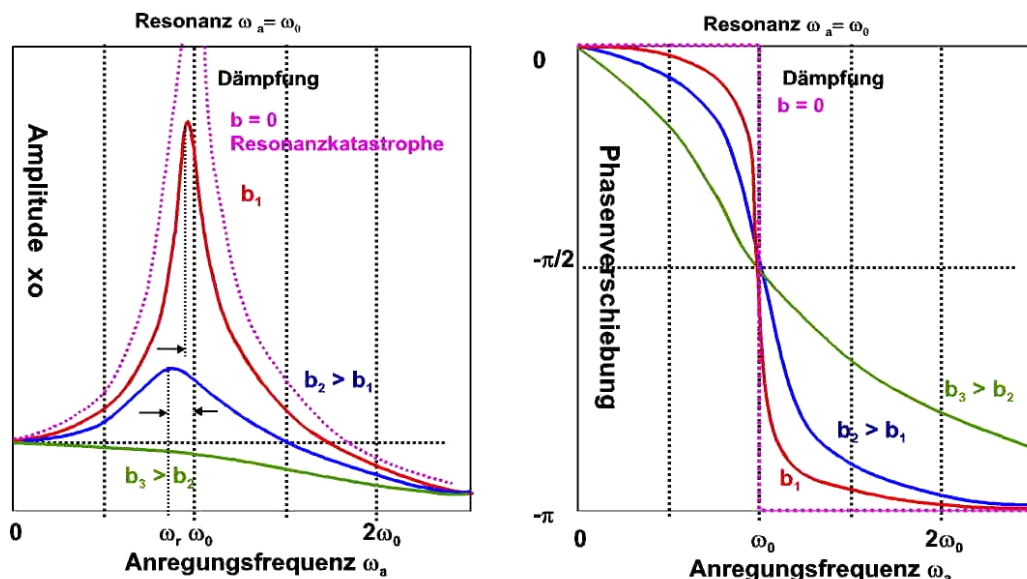

Abb.3
Neu gegenüber der freien Schwingung ist: das System schwingt nicht mit der Eigenfrequenz  $\omega_0$ , sondern mit der Frequenz  $\omega_a$  der äußeren Kraft nach einer Einschwingzeit  $t \gg 1/\delta$ . Allerdings schwingen das System und die äußere Anregung unter Umständen mit einer Phasendifferenz  $\varphi$ , d.h. Oszillator und äußere Anregung können sich u.U. in gegensätzliche Richtungen bewegen. Dies ist abhängig von  $(\omega_0^2 - \omega_a^2)$  wie Abb.3 unten rechts zeigt.
Neu ist auch, dass die Amplitude stark vom Term  $(\omega_0^2 - \omega_a^2)$  abhängt. Sie ist maximal bei der Resonanz, d.h. wenn  $\omega_0 = \omega_a$ , also wenn die äußere Kraft im richtigen Takt anregt. Das schwingende System nimmt von außen Energie (Leistung) auf. Dies ist deutlich in Abb.3 für verschiedene Dämpfungsfälle zu sehen. Mit verschwindender Dämpfung behält das System immer mehr Energie, denn es gibt weniger Reibungsverluste und es kann zur so genannten Resonanzkatastrophe kommen, wenn die anregende Frequenz genau die Eigenfrequenz des Systems trifft. Dieser Fall ist in der Regel bei der Konstruktion von Fahrzeugen zu vermeiden. Anhand der beiden Abbildungen lassen sich die folgenden Grenzfälle beschreiben:
Die Breite der Amplitude  $x_0(\omega_a)$  der Resonanzkurve (Gl. 17, Abb.3 links) steigt mit wachsender Dämpfung  $\delta = b/2m$ . Dieser Sachverhalt wird oft ausgenutzt, um  $\delta$  direkt abzulesen. Das Maß hierfür ist  $\Delta\omega$ , die Breite (Halbwertsbreite) der Kurve. Näherungsweise gilt:
- 4.1 Fertigen Sie aus den Daten von 3.1 die Resonanzkurven  $x_0(\omega_a)$  an (relative Werte für  $x$  in Volt genügen). Auf der  $x$ -Achse ist die Anregungskreisfrequenz  $\omega_a$  angetragen, nicht die Motorspannung! Geben Sie eine Fehlerabschätzung an und vergleichen Sie Ihre Resonanzkurve mit den theoretischen Kurvenformen (Abb. 3). Schätzen Sie aus dem Diagramm die Resonanzfrequenz  $\omega_r$  ab.
- 4.2 Tragen Sie die drei Werte der Phasendifferenz aus 3.1 in ein  $\varphi(\omega_a)$ -Diagramm ein und skizzieren Sie qualitativ in das gleiche Diagramm die theoretisch erwartete Kurve aus Abb. 3 rechts. Weitere Punkte Ihrer Kurve können Sie nach Bedarf mit Gl. 20 berechnen, nachdem Sie in den Folgeaufgaben  $\delta$  und die Eigenfrequenz  $\omega_0$  ermittelt haben.